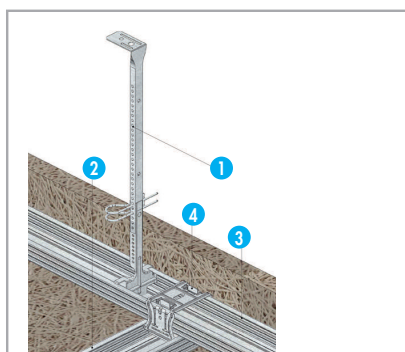

Fig. 2
- Des suspentes réglables CD60 (têtes et pieds de suspente). (Fig. 2)
Nomenclature de la figure 2